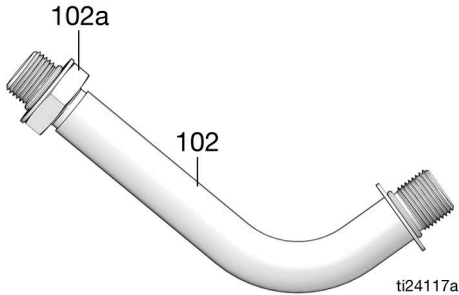

FIG. 4
4. Instale la extensión (102) en el medidor:
- a. Afloje la tuerca de extensión (102a) hasta que salga por completo de las roscas del tubo (FIG. 4).